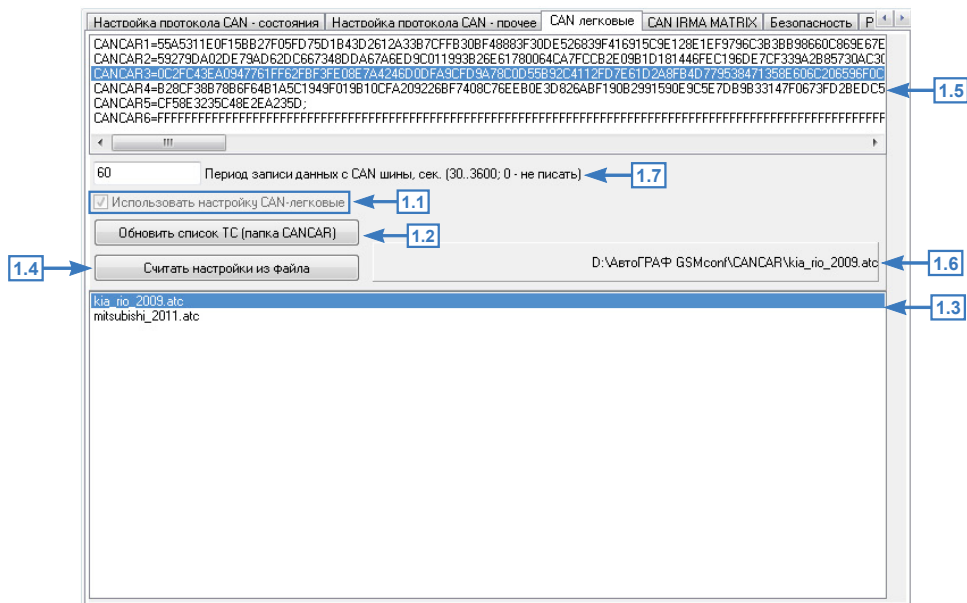

Рис.65. Настройка шины CAN для чтения данных с легковых автомобилей.
- На вкладке «CAN легковые» включить опцию «Использовать настройку CAN-легковые» (**Рис.65, п. 1.1**).
- На вкладке «CAN легковые» программы «AG.GSMConf» нажать кнопку «Обновить список ТС (папка CANCAR)» (**Рис.65, п. 1.2**). На вкладке появится список файлов в формате .atc с настройками шины CAN легковых автомобилей (**Рис.65, п. 1.3**).
- Выделить интересующий файл и нажать кнопку «Считать настройки из файла» (**Рис.65, п. 1.4**). После этого на вкладке будут установлены настройки протокола CAN из выбранного файла. Настройки отображаются в виде команд удаленной настройки в верхней части вкладки (**Рис.65, п. 1.5**). Настройки из нужного файла могут быть считаны в программу также двойным нажатием левой кнопки мыши на нужный файл. Считать новый файл с настройками можно также, перетаскив этот файл в область программы «AG.GSMConf». В этом случае настройки будут считаны автоматически. Текущий открытый файл отображается в правом верхнем углу списка доступных файлов (**Рис.65, п. 1.6**).
Настройка задается в секундах в поле «Период записи данных с CAN шины, сек» (**Рис.65, п. 1.7**). Минимальный период 30 секунд, максимальный 3600 секунд. Нулевой период отменяет запись данных с шины CAN.